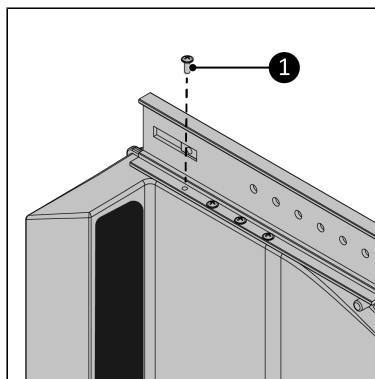

Figure 165.
6. Vissez le rail principal sur le Way-out au moyen des huit vis 3,5 x 12 mm (Figure 165, pos. 1). Assurez-vous que tous les trous de vis correspondent.